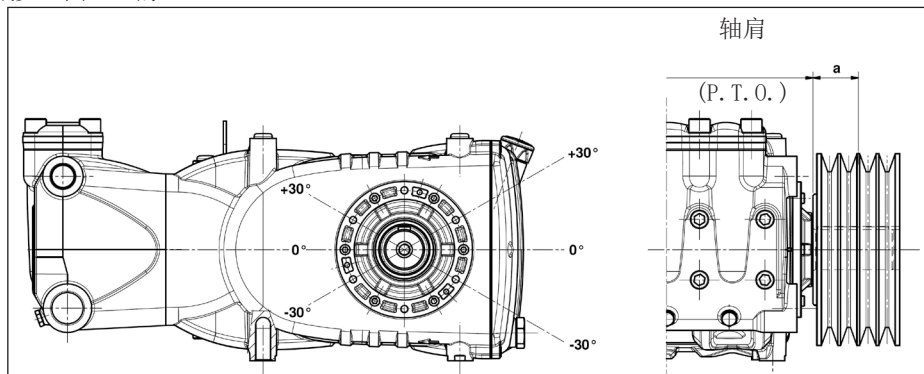

图 10
泵轴上的径向载荷不能超过7500 N(布局定义所必须的数值)。只有该载荷作用在距离轴肩(P. T. O.)的一段最大长度 $a=40 \text{ mm}$ 时，传动才被视为适当，见图 10。
- b) 使用高效能皮带 - 例如XPB而不是SPB - 同样的功率传递, 使用的皮带数量会相对少, 继而相对轴肩 (P. T. O.) 的距离也会减少。图 10 的“a”。